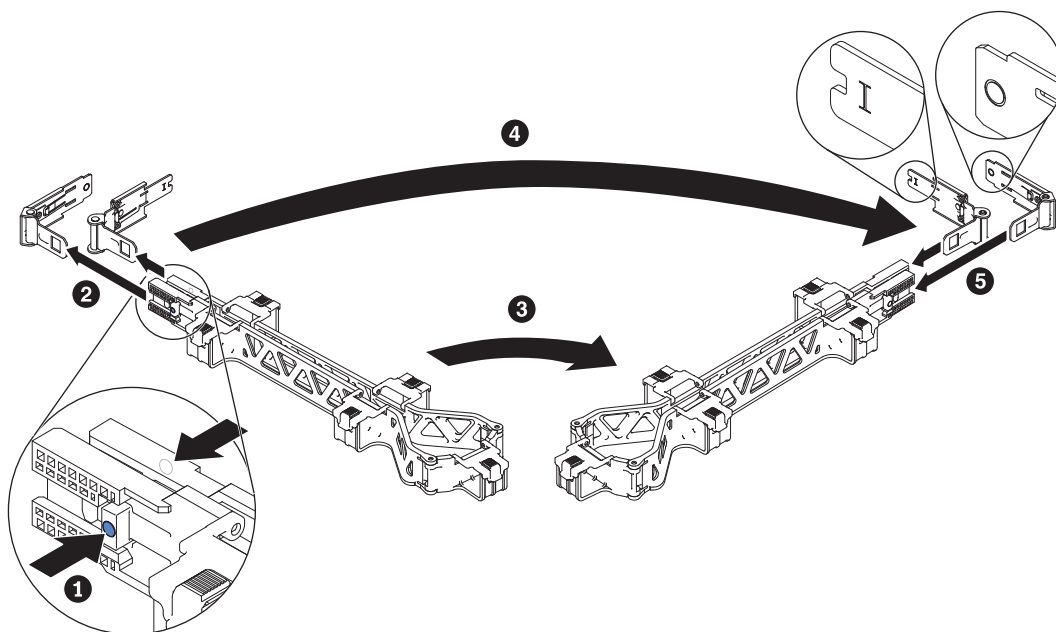

図 29. ケーブル・マネジメント・アームの反対側への取り付け
10. オプション: 35 ページの図 29 に示すように、ケーブル・マネジメント・アームを反対側に取り付けることができます。